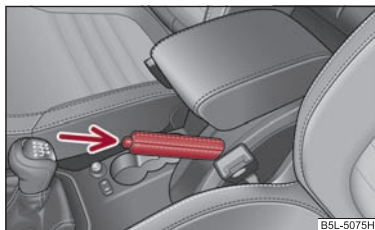

Fig. 116 Consola central: Freno de mano
- Tire de la palanca del freno de mano un poco hacia arriba y pulse **simultáneamente** el botón de bloqueo ⇒ página 116, fig. 116.